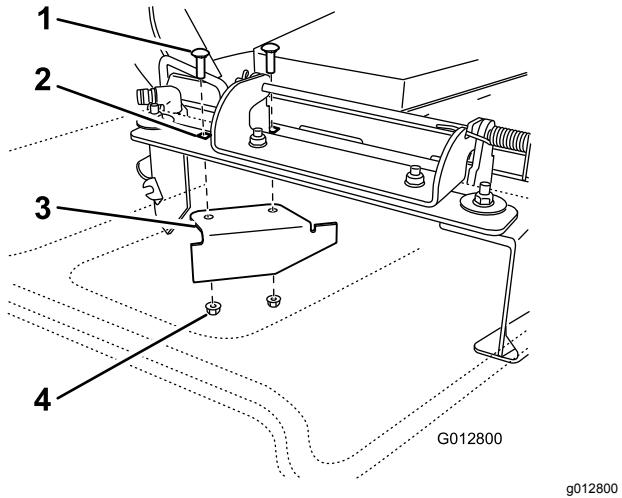

Figura 32
11. Nel sacchetto delle parti sciolte, individuate i deflettori di chiusura. Rimuovete gli elementi di fissaggio dai fori posteriori della piastra di scarico. Montate il deflettore nell'apertura di scarico laterale sul piatto di taglio (Figura 32).